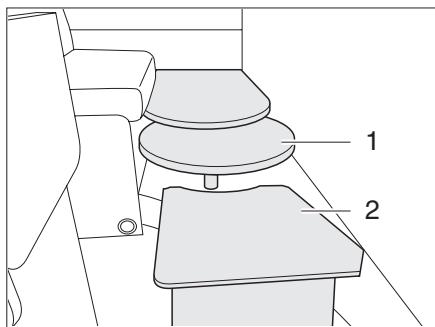

Fig. 43 Extensión de cama (cama supletoria)
- ▶ Poner la extensión de cama (Fig. 43,2) para cama supletoria en la prolongación del tablero de mesa (Fig. 43,1).